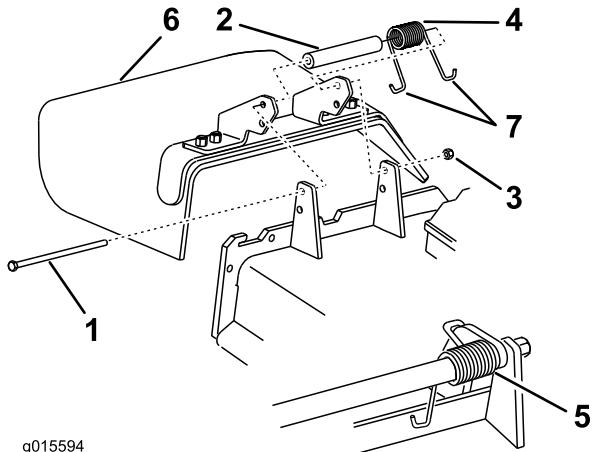

Figura 106
1. Retire la contratuerca, el perno, el muelle y el espaciador que sujetan el deflector a los soportes de pivote (Figura 106). Retire el deflector de hierba dañado o desgastado.
**Nota:** Asegúrese de colocar un extremo en **J** del muelle detrás del reborde de la carcasa antes de instalar el perno, según se muestra en Figura 106.
3. Instale el perno y la tuerca. Coloque un extremo en **J** del muelle alrededor del deflector de hierba (Figura 106).